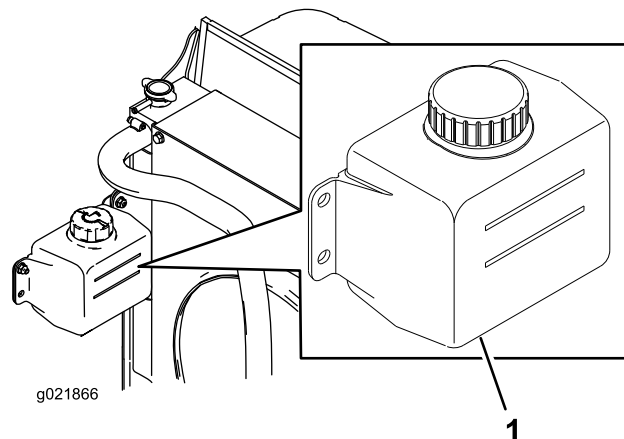

Figure 12
1. Vérifiez le niveau du liquide de refroidissement dans le vase d'expansion (Figure 12).